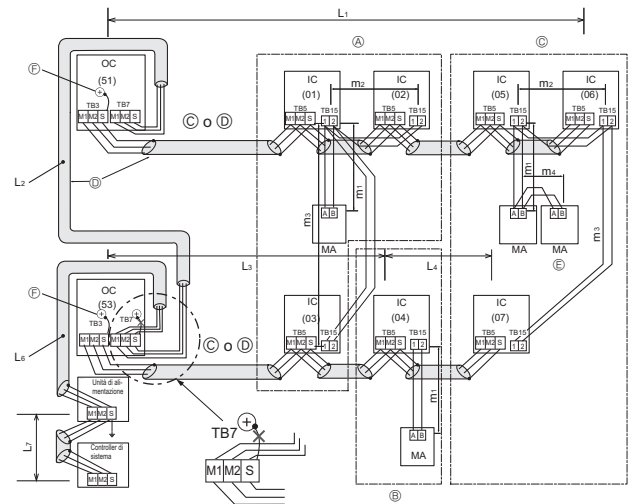

Fig. 6-3
■ MA Unità del comando a distanza (Fig. 6-3)